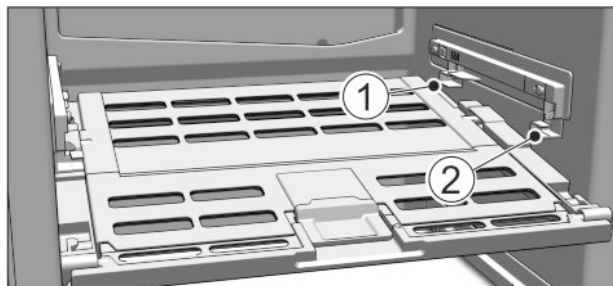

Fig. 51
- Umetanje poklopca ladice za voće i povrće: Uvedite zupce poklopca odozdo u stražnji držač Fig. 51 (1), a srijeda umetnite u držač Fig. 51 (2) da uskoči.